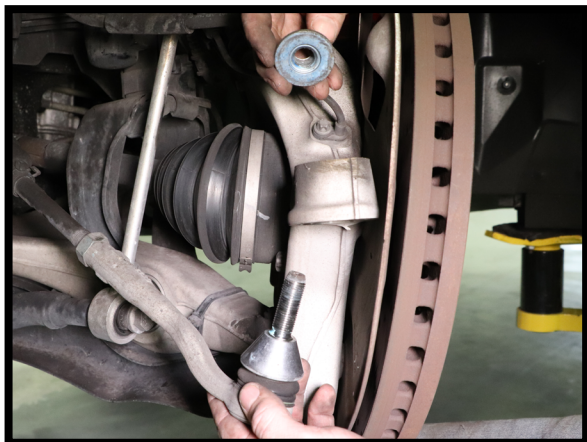

图25
7. 将转向连杆重新连接到车轮托架支座上，按制造商的规格紧固。(图25和26)